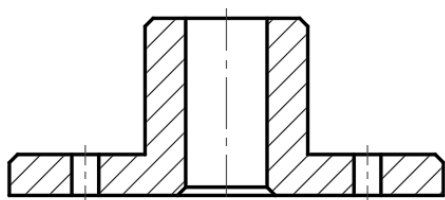

图 8-97 再绘制两条关联中心线
- 3 使用同样的方法，通过单击“中心线”按钮来在图形中再创建两条中心线，如图 8-97 所示。